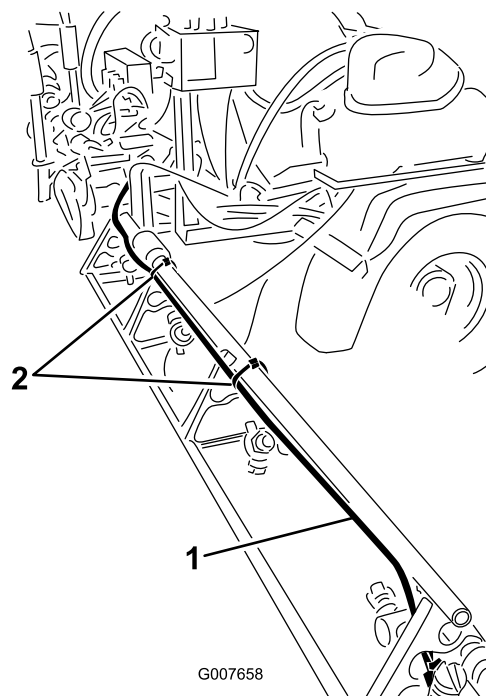

Figura 25
1. Rimuovete le fascette per cavi che fissano i tubi del liquido e dell'aria del kit tracciabile schiumogeno alla sezione della barra esterna (Figura 25).